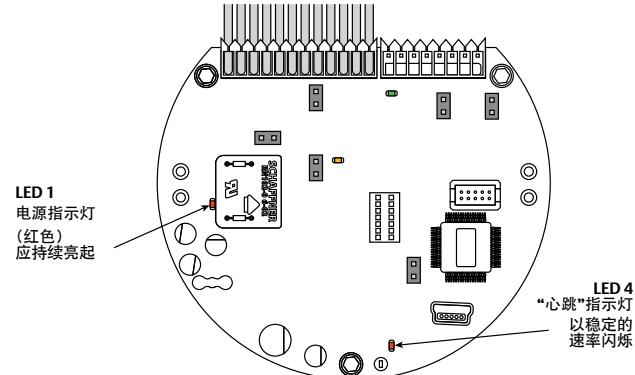

图10：上述LED指示灯表示ER5000已成功连接至电源
6. 拧下ER5000外盖的螺钉并将其拆下以查看控制板。请参见图10。